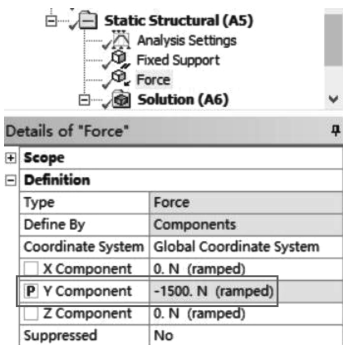

图 12-8 提取载荷参数
(1) 提取载荷参数：在导航树里单击【Force】→【Details of “Force”】→【Definition】→【Y Component】= -1500N，选择力参数框，出现“P”字，如图 12-8 所示。